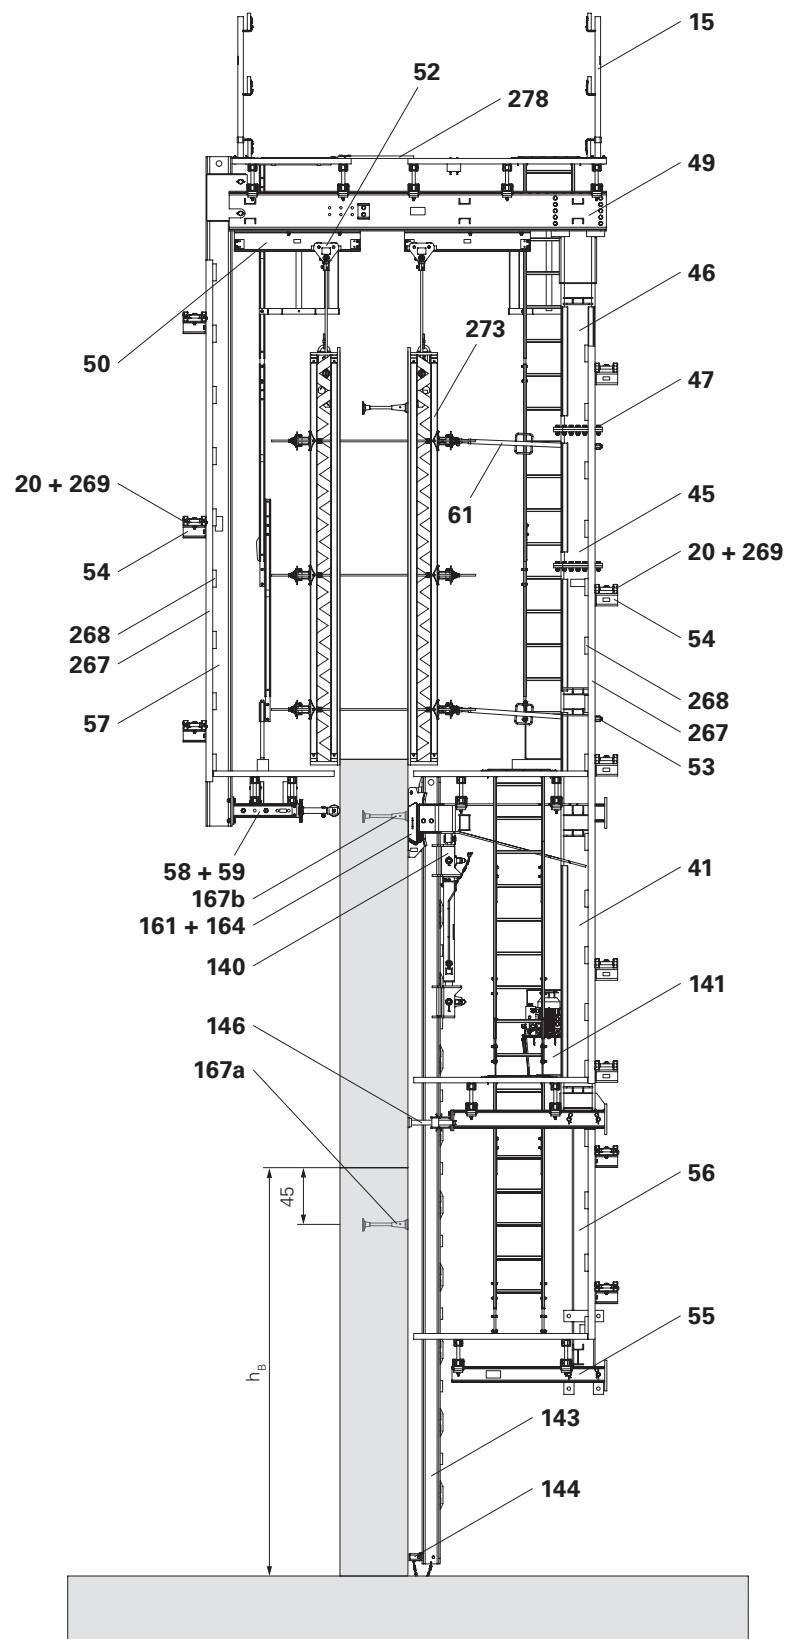

Fig. A1.01
- Altezza di getto (h_g) = 3,6 m. (Fig. A1.01)